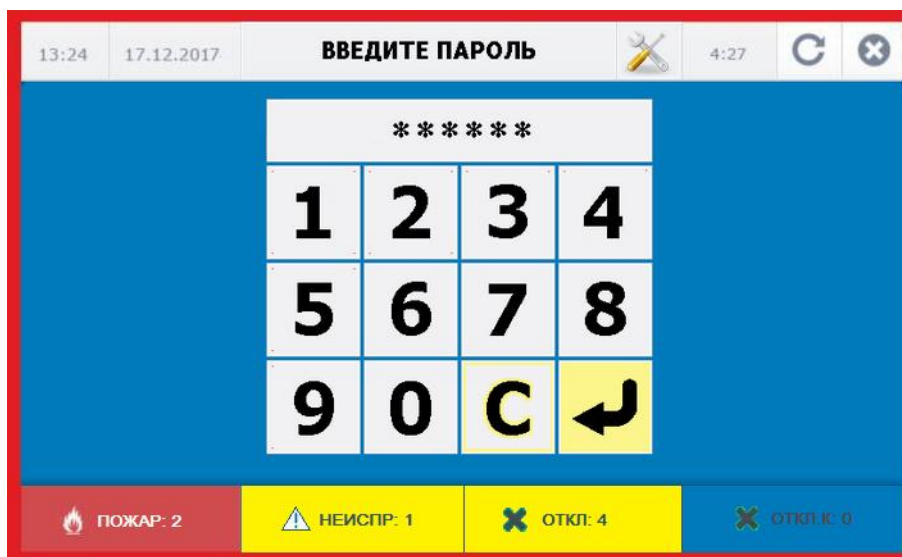

Рисунок 18. Меню ввода пароля.
- ✓ «СБРОС» - запускает процедуру ручного сброса состояния ППКПиУ. При нажатии кнопки в рабочем окне появляется меню ввода пароля для осуществления процедуры сброса состояния ППКПиУ (рисунок 18).